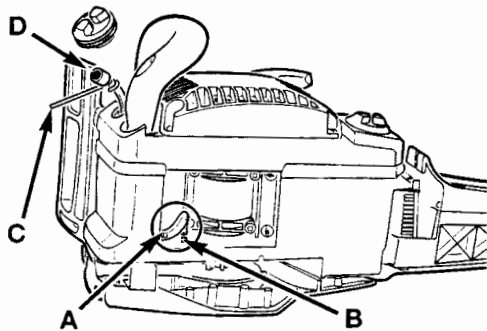

Fig. 33
1. Debrancher le tube d'huile (A) du raccord (B) de la pompe à huile.
2. Utiliser un fil muni d'un crochet (C) et sortir le filtre à huile (D) du réservoir. Sortir complètement le filtre à huile et le tube.
5. Couper le tube à longueur et le pousser dans le raccord de la pompe à huile (Fig. 33).